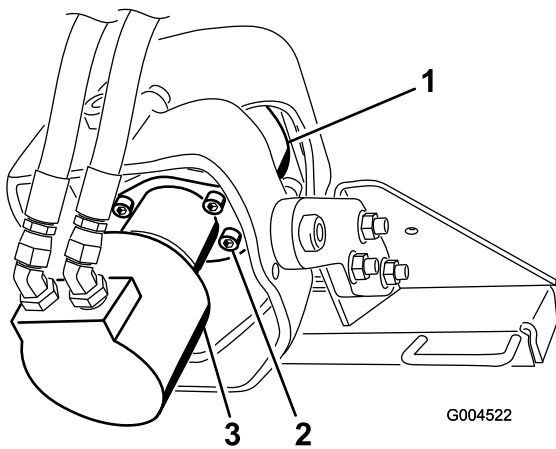

Рисунок 13
1. Удерживайте приводную головку над масляным поддоном (Рисунок 13).